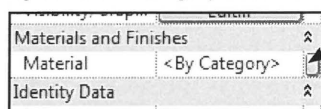

Fig. 06.50. Tilføj en materiale parameter.
- Klik på knappen ud for *Material* i *Properties* (Fig. 06.50).